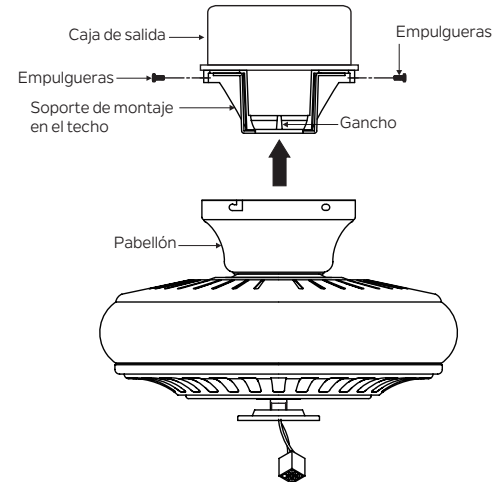

Fig. 14
**Paso 3.** Asegúrese de que los cuatro tornillos de montaje estén apretados. (Fig. 14)